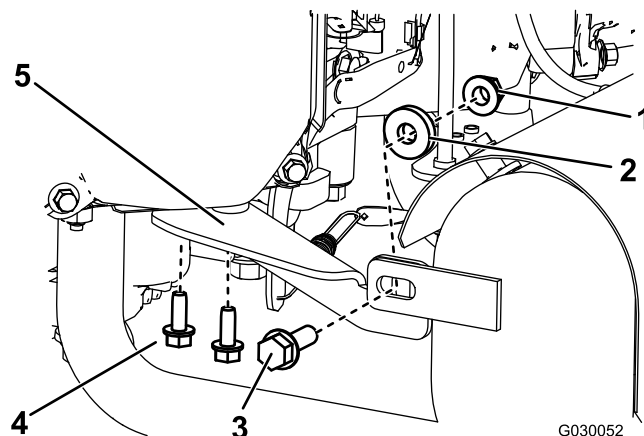
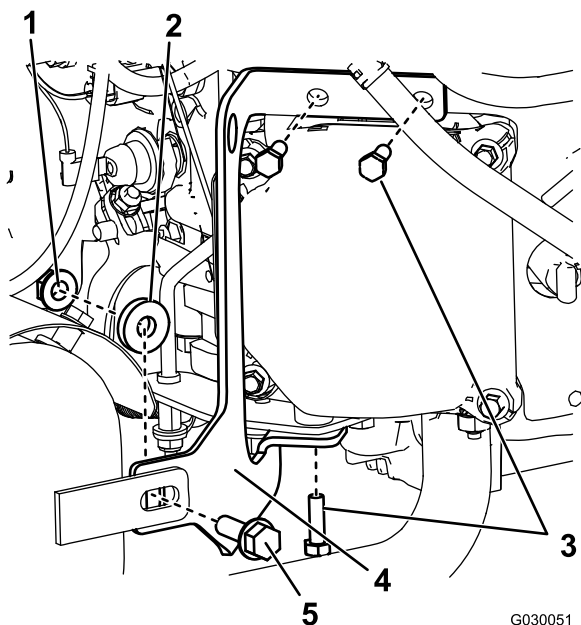

Figure 5
Figure 4
2. Déposez le support droit (Figure 5).
2. Appliquez du frein-filet sur les 2 boulons (M6) que vous avez retirés précédemment et montez le nouveau support droit sur le moteur (voir Figure 5).
3. Appliquez du frein-filet sur les 3 autres boulons (M6) que vous avez retirés précédemment et montez le nouveau support gauche sur le moteur (voir Figure 4).
4. Fixez le silencieux sur chaque support au moyen d'un écrou (5/16 po), d'une entretoise et d'un boulon (5/16 x 1 po), comme montré à la Figure 4 et la Figure 5.